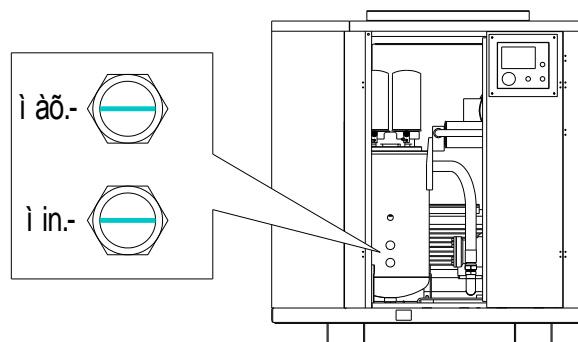

Рис. 3
- Горловина маслозаливная расположена на корпусе маслосборника и закрыта пробкой. Уровень масла контролируется при помощи 2-х маслоуказателей (см. рис. 3), расположенных под горловиной. Уровень масла на неработающей (холодной) установке всегда должен быть выше середины нижнего маслоуказателя. Максимальный уровень масла - не выше середины верхнего маслоуказателя, который выполняет также и функцию контроля перелива.